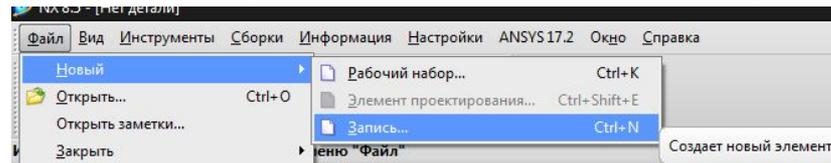

Рис. 31
1. Для создания нового объекта NX выберите **Файл – Новый – Запись** (Рис.31)
2. Далее раскройте панель **Выбор элемента** и **Просмотр** (Рис.31)